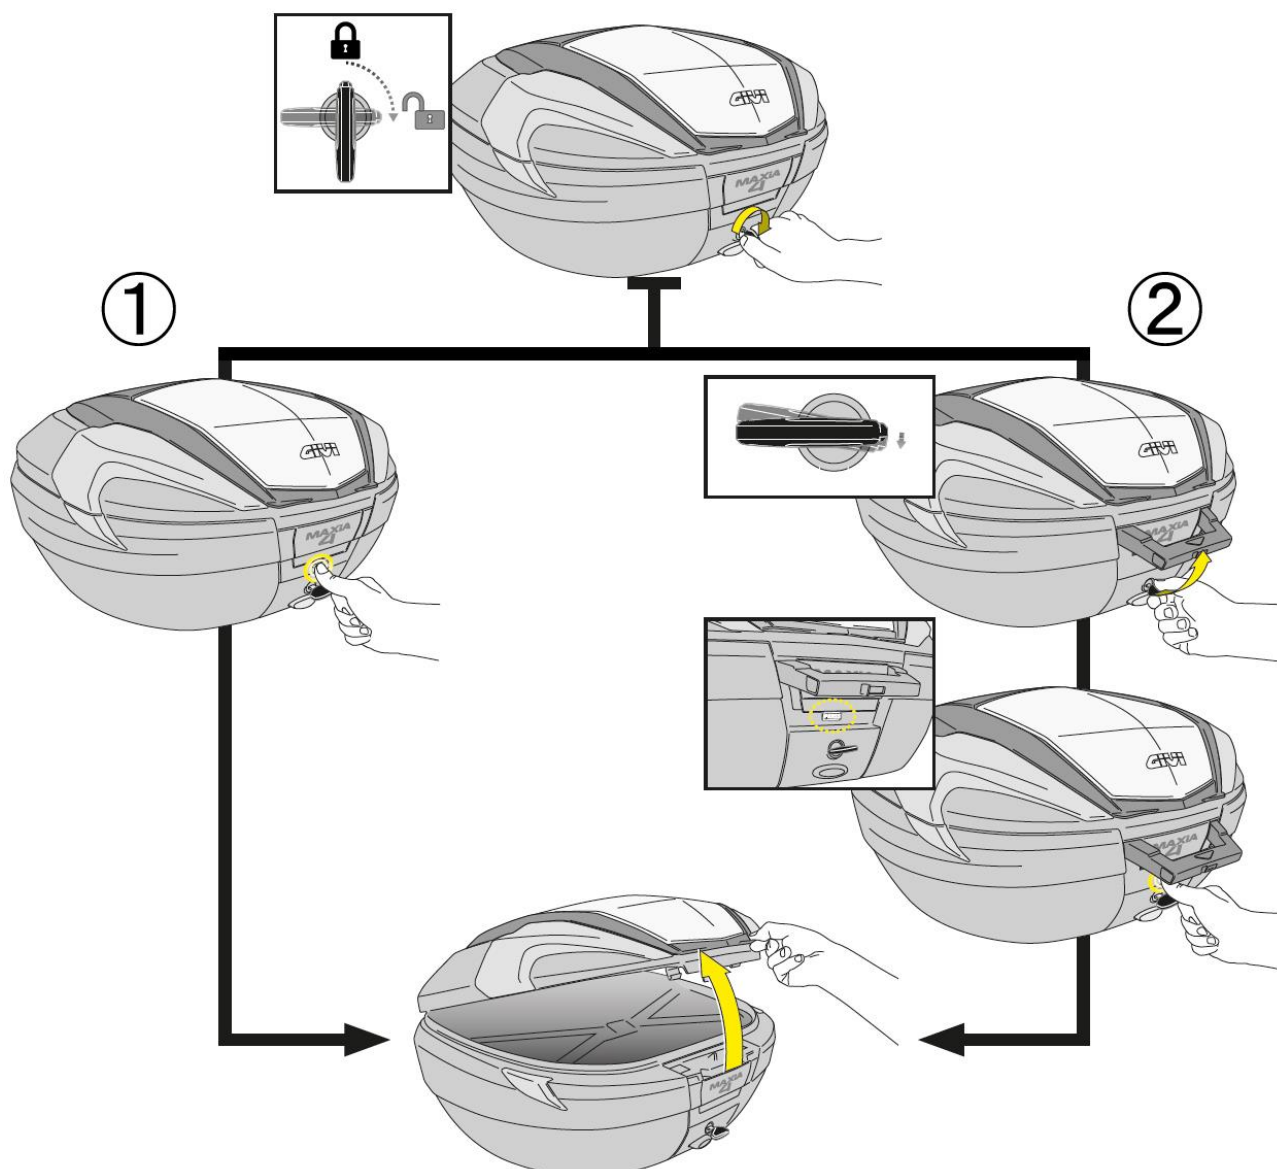

図 A1 (イラストは V56 ですが、他モデルも取り扱いは同じです。)
1. ①キーシリンダーに②セキュリティーキーを奥までしっかりと挿し込み、②キーを右（3 時方向）に回してケースのロックを解除します。（図 A1 参照）
2. ②キーの回し位置がちょうど 3 時の場合は、ハンドルはケースに収納されたままです。この状態でハンドルの「PRESS」マーク部を内側に押し込むと、蓋のロックが解除され、蓋が上に少し持ち上がります。蓋の先端に設けられたノブ（2 箇所）を指でつまみ、ゆっくりと蓋を開けてください。（図 A1 フロー①参照）
3. ②キーを 3 時位置よりも回し進めた場合は、ハンドルがケースから引き出されます。この状態でハンドル下にあるオープンボタンを直接内部に押し込むと、手順 2 同様蓋のロックが解除され、蓋が上に少し持ち上がります。蓋の先端に設けられたノブ（2 箇所）を指でつまみ、ゆっくりと蓋を開けてください。（図 A1 のフロー②参照）